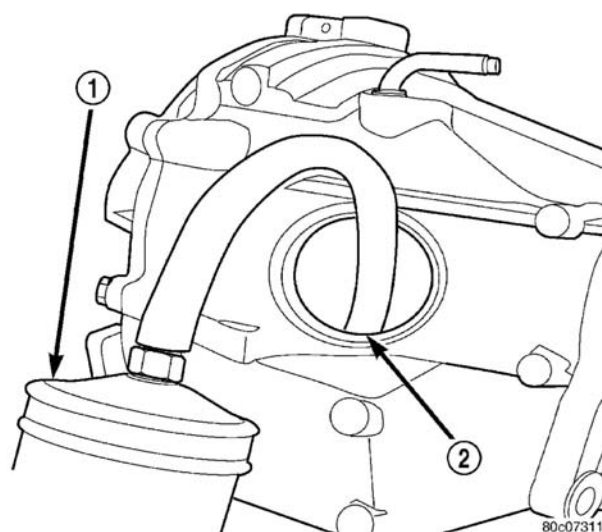

图 7 排出/添加 PTU 油液
(3) 液面高度应在检查孔下边缘的 3/16" 处。按需要,用合适的吸入枪加注 Mopar® 齿轮和桥润滑油 80W-90（图 7）。
(4) 安装检查塞,拧紧扭矩为 20N·m(180in. lbs.)。
(5) 落下车辆。